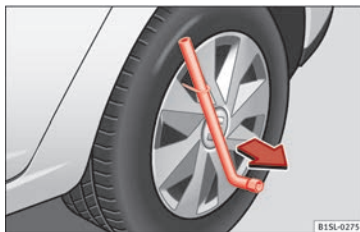

Abb. 51 Radvollblende abziehen.
- Radschlüssel durch den Drahtbügel schieben » » **Abb. 51** und die Radvollblende in Pfeilrichtung abziehen.